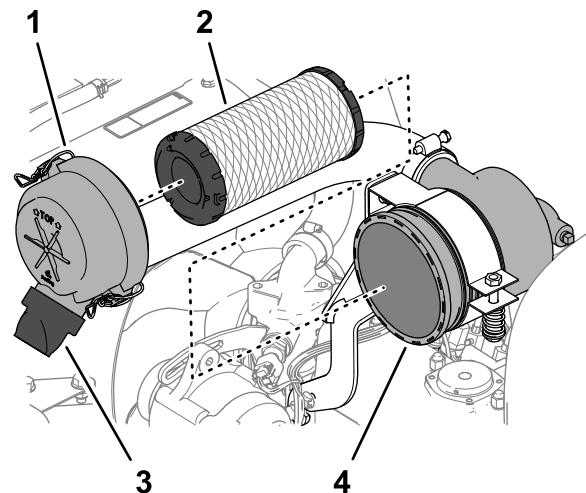

Figura 67
3. Eliberați elementele care fixează capacul filtrului de aer pe corpul acestuia (Figura 67).
6. Îndepărtați elementul de filtrare (Figura 67).
7. Îndepărtați valva de evacuare din cauciuc (Figura 67) de la orificiu pentru eliminarea murdăriei de pe capacul filtrului de aer.